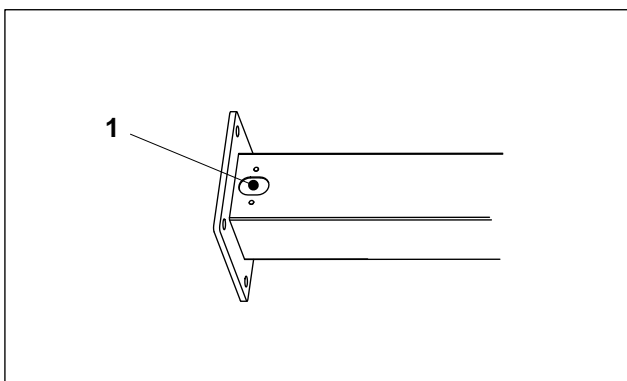

Fig. 5 Entrée de câbles dans la borne
5. Fixez un passe-câble (jeu de pièces détachées) sur l'entrée de câble (fig. 5/1).
Si l'égalisation de potentiel de la borne est requise, posez un câble d'équipotentialité distinct jusqu'à la borne. Il en va de même si des câbles additionnels doivent être posés vers un dispositif externe de verrouillage/déverrouillage en option. Ces câbles doivent également être introduits par l'entrée de câbles (fig. 5/1).